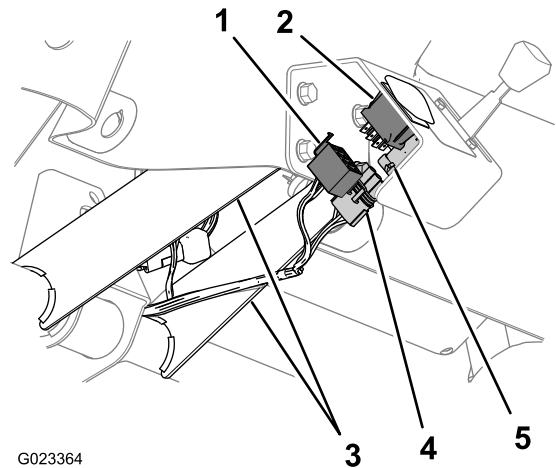

Figura 24
1. Pase la derivación del arnés del kit del acelerador entre las bridas verticales del soporte del salpicadero y hacia atrás, hacia el interruptor de modo y el acelerador de mano (Figura 24).
2. Conecte el conector de 3 terminales hembra del arnés del kit del acelerador en el conector del acelerador de mano (Figura 24).
3. Conecte el conector de 8 terminales hembra del arnés del kit del acelerador en el conector del acelerador de mano (Figura 24).